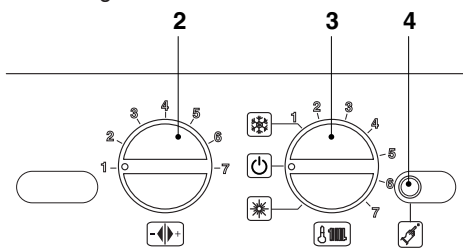

Fig. 5.61
- Para salir del modo de programación, ponga el selector de función 3 como se indica en la Fig. 5.61.